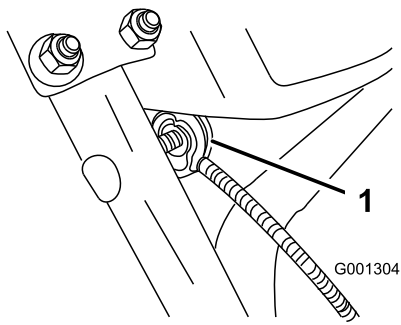

Bild 7
3. Nehmen Sie die Mutter und die Scheibe vom Holm ab. Befestigen Sie die Kabelklemme am Kabel am Holm, setzen Sie die Scheibe und Mutter auf, und ziehen Sie die Mutter mit der Hand fest (Bild 7).